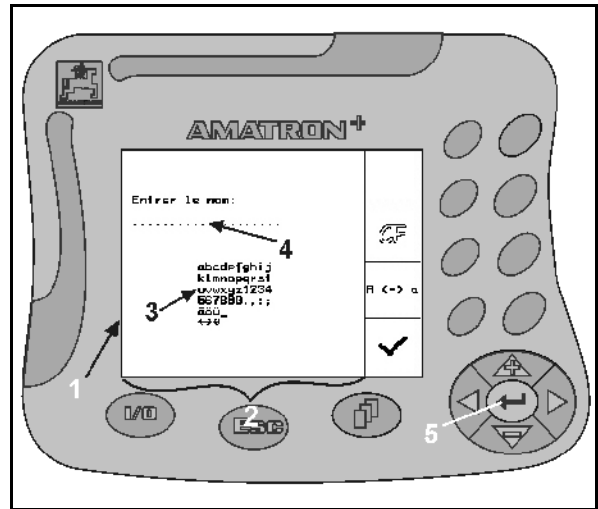

Fig. 15
L'entrée de texte (Fig. 15/1 s'affiche toujours à l'écran (Fig. 15/2), lorsque l'entrée de textes ou de chiffres est nécessaire dans le **AMATRON+**.
La case de sélection (Fig. 15/3) permet de sélectionner les différentes lettres ou différents chiffres qui doivent s'afficher sur la ligne d'entrée des données (Fig. 15/4).
2. Appuyez sur la touche  (Fig. 15/5), pour enregistrer les lettres ou les chiffres sélectionnés sur la ligne d'entrée des données (Fig. 15/4).
Les flèches   sur la case de sélection (Fig. 15/3) permettent de déplacer le curseur sur la ligne d'entrée des données (Fig. 15/4).
La flèche  sur la case de sélection (Fig. 15/3) efface le dernier caractère introduit.